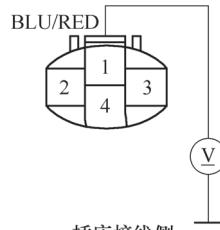

图 5-142 测量 A/C 压力开关 4P 插接器的 1 号端子和车身搭铁之间的电压
4) 如图 5-142 所示，测量 A/C 压力开关 4P 插接器的 1 号端子和车身搭铁之间的电压，检查是否为 5V 或更高。如果不是，维修继电器模块与 A/C 压力开关间的导线开路故障，如果线路正常，则更换继电器装置；如果是，进行下一步检查。